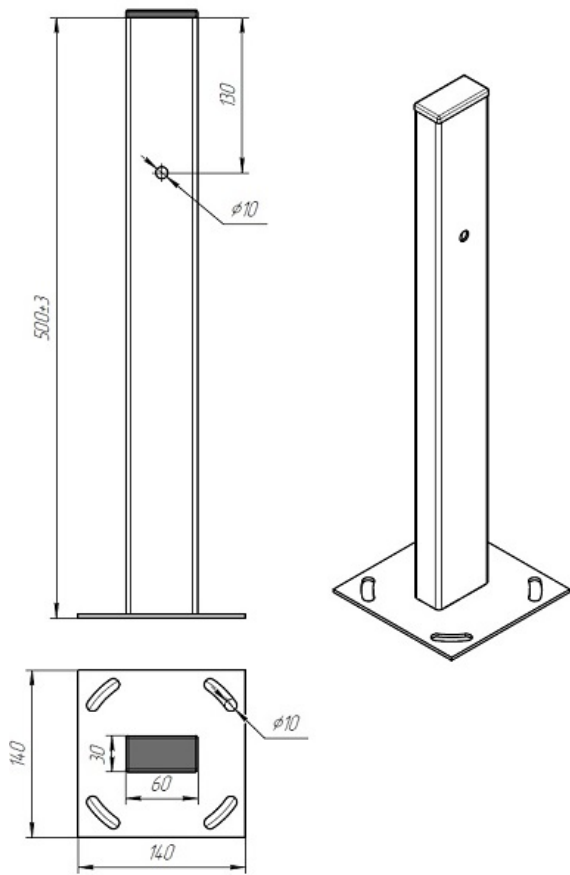
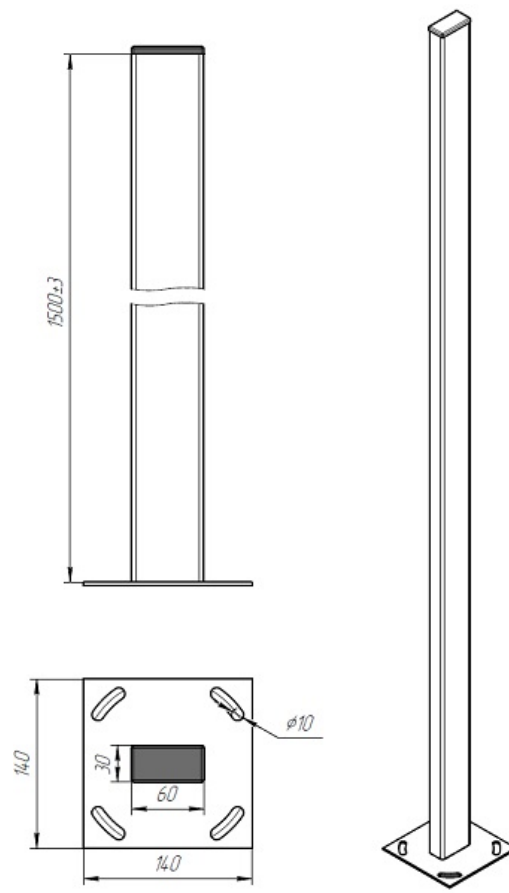

Рис.1 Стойка для фотоэлемента 0,5 м АЯКС
Рис.2 Стойка для фотоэлемента 1,5 м АЯКС
2.5 Габаритные, установочные и присоединительные размеры приведены на рис. 1 и рис.2